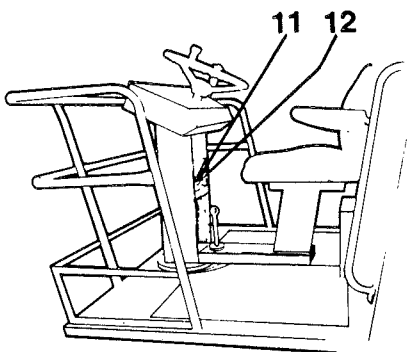

Fig. 10
- 1 Mettre le levier de marche AV/AR (4) au neutre. Le moteur ne peut démarrer qu'avec le levier en cette position.
- 2 Mettre les sélecteurs d'amplitude (7) et (8) au NEUTRE. S'assurer que la commande d'arrêt moteur (12, fig. 10) est enfoncée (seul Deutz).
- 3 Presser sur le bouton de la commande de régime (11) et tirer celle-ci à 1/4 de régime.